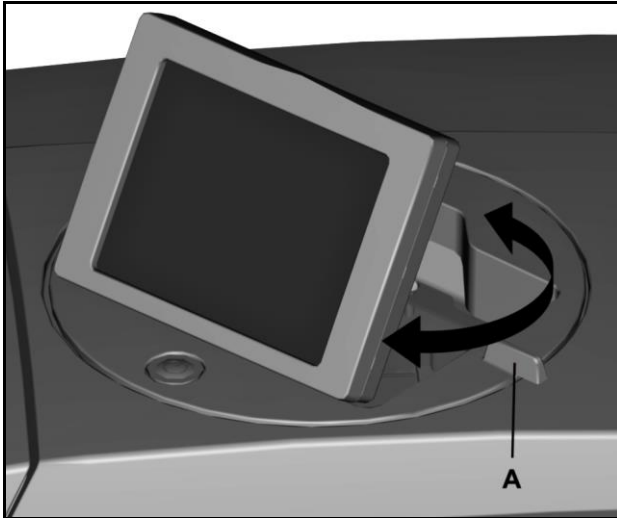

Abbildung 13 Touch Panel drehen
- 2 Drehen Sie das Touch Panel an dem Griff (A) in die gewünschte Position (siehe „Abbildung 13 Touch Panel drehen“).